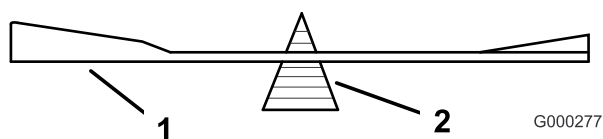
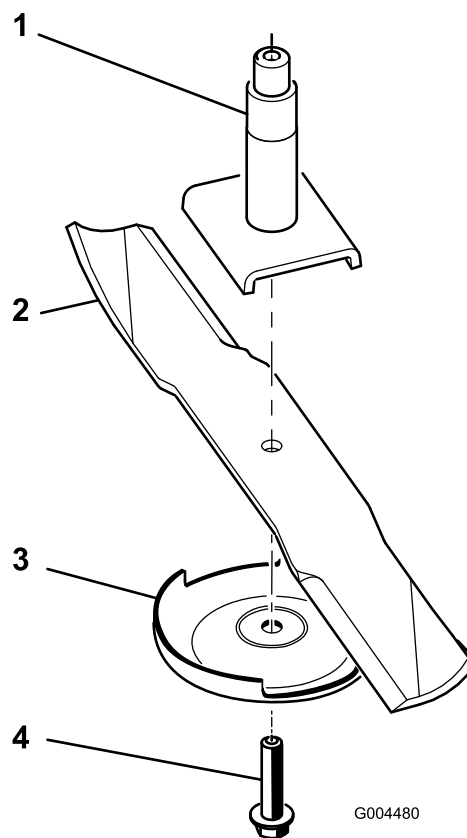

Figura 75
Figura 76
2. Togliete il bullone della lama, la piastra antistrappo e la lama dall'asse del fusello (Figura 76).
2. Controllate l'equilibrio della lama posizionandola su un bilanciatore (Figura 75). Se la lama rimane in posizione orizzontale, è bilanciata e può essere utilizzata. Se la lama non è bilanciata, limate del metallo soltanto dalla costa (Figura 76). Ripetete la procedura finché la lama non è perfettamente bilanciata.
1. Montate la lama sull'asse del fusello (Figura 76).
2. Montate la piastra antistrappo e il bullone della lama (Figura 76).